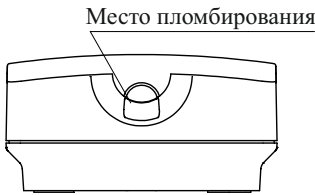

Рисунок 3
- 6.12 Конструкция УДП предусматривает возможность их пломбирования (рисунок 3) любым пластичным, легко разрушаемым материалом. Место пломбирования указано на рисунке 3.